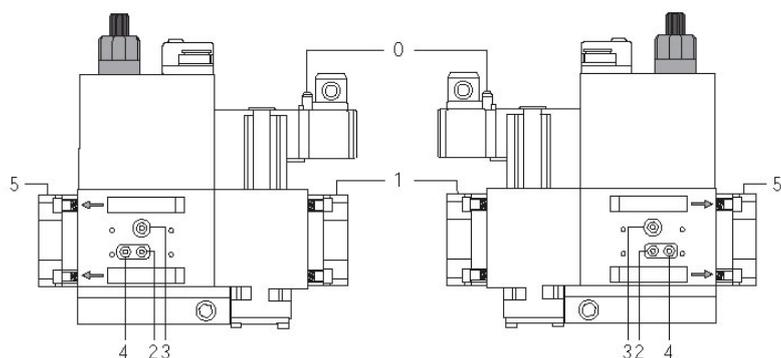
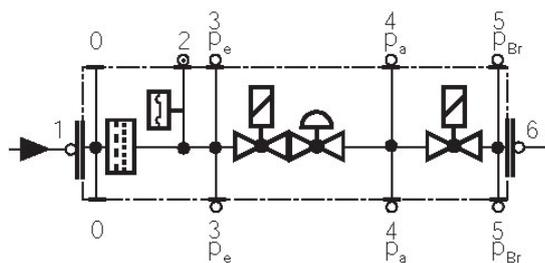

Fig. 38
Fig. 39
- Pulire o sostituire il filtro se la differenza di pressione fra i punti 1 e 2 (Fig. 38-Fig. 39)  $\Delta p > 10$  mbar.